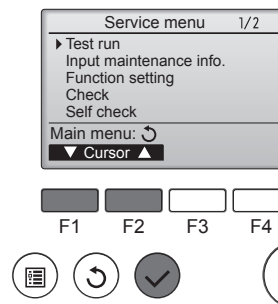

Fig. 7-1
- ① Odaberite „Test run“ (Probni rad) iz izbornika Servis, a zatim pritisnite gumb [ODABER]. (Fig. 7-1)